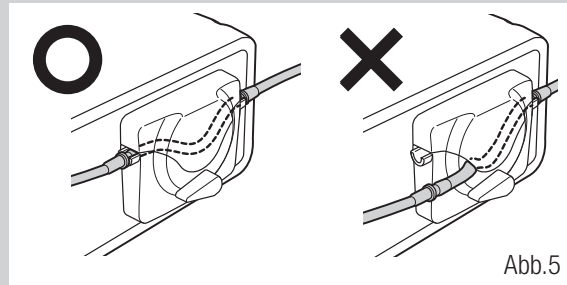

Abb.5
- Sicherstellen, dass der Schlauch sicher auf den Rollen sitzt, wenn die Pumpenabdeckung geschlossen wird. Wenn der Schlauch beim Schließen der Abdeckung nicht korrekt auf den Rollen sitzt, kann er durchtrennt oder abgeschert werden. (Abb. 5)